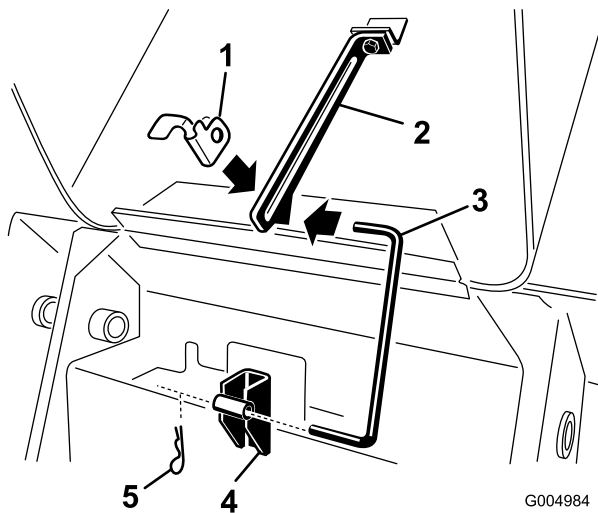

Bild 41
- Ziehen Sie den Splint vom unteren Ende der Motorhauben-Stützstange und schieben Sie die Stützstange aus den Befestigungshalterungen (Bild 41).
7. Setzen Sie die Stützstange in die Befestigungshalterungen und befestigen sie diese mit dem Splint (Bild 41).